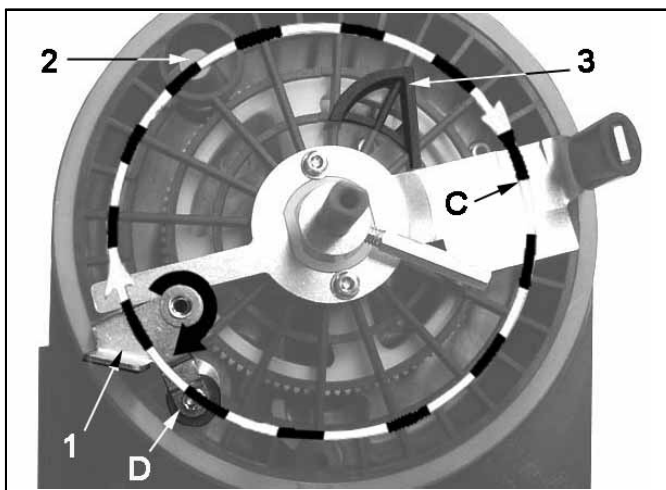

Abb. 8-2 Fortsetzung: Komponenten der Leermelde-Einheit (Behälter leer) 6397b07
- Es kann **nicht** zu einer berührungslosen Betätigung des Magnetschalters 2 (Abb. 8-2) kommen.
- Ist kein Gegendruck durch den Schmierstoff vorhanden, bleibt der Rundmagnet 1 (Abb. 8-2) nach dem Überfahren des Steuermockens 3 in der äußeren Umlaufbahn C.
- Das Leitblech mit dem Rundmagneten 1 bleibt ausgelenkt (D).